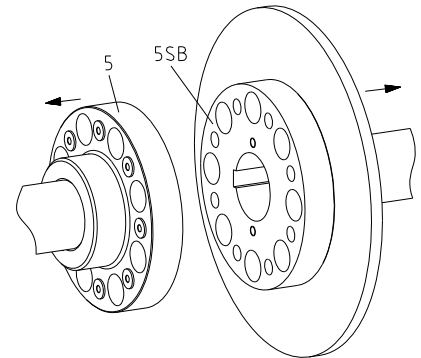

Bild 16
- Montieren Sie die Naben auf die Wellen der An- und Abtriebsseite so, dass die Planflächen der Kupplungs-naben bündig mit den Stirnflächen der Wellen abschließen (siehe Bild 16).